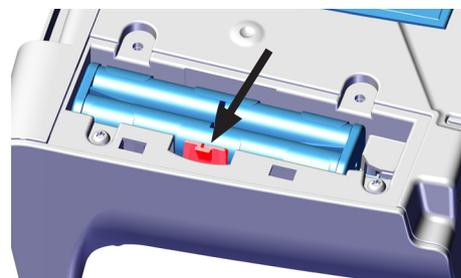

Fig. 1
véase la Fig. 1 (en el interior de la portada)
- ⇒ Desconectar el aparato a través del interruptor de conexión / desconexión (1).
- ⇒ Presione el clip de sujeción (Fig. 1) hacia un lado y extraiga el soporte de las pilas.